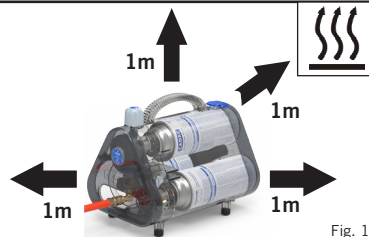

Fig. 1
- Plaats de Power Pak nooit op een brander en houd deze altijd ten minste 1 meter bij warmtebronnen vandaan (Fig. 1). Zorg ervoor dat de Power Pak niet in een omgeving wordt geplaatst waar de temperatuur hoger is dan 40°C.